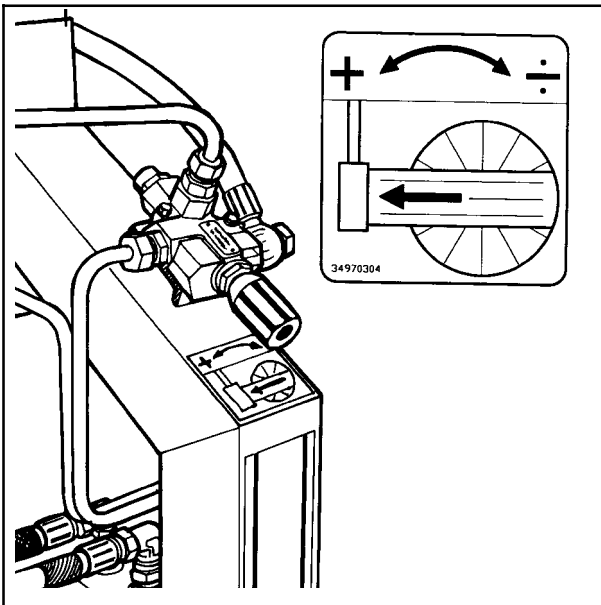

Fig. 8-1
- 8.2 Ventilen som sitter på "skulderen", over stedet der hydraulikkslangene går inn på maskinen, skal benyttes til å justere hastigheten på sveivarmen. (Se fig. 8-1).